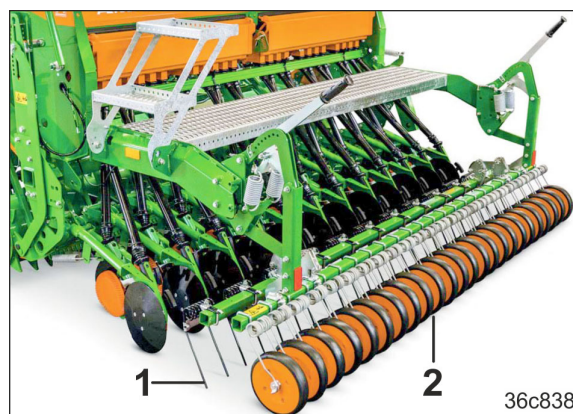

Fig. 68
- dents de recouvreur (Fig. 68/1),
- roues de rappui (Fig. 68/2).